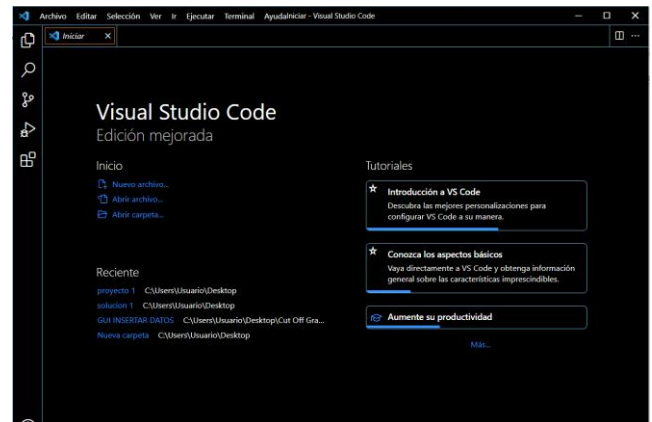

Figura 12: Ventana Inicial de la aplicación “Visual Studio Code”.
1. Abrir la aplicación “Visual Studio Code” y se mostrara una ventana (ver Figura 12).